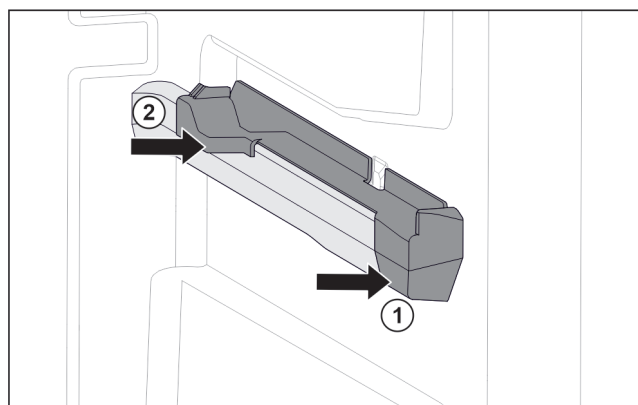

Fig. 127 右侧容器肋梁上的插装件
- ▶ 将插装件前部放到容器肋梁上。 Fig. 127 (1)
- ▶ 压紧插装件后部。 Fig. 127 (2)